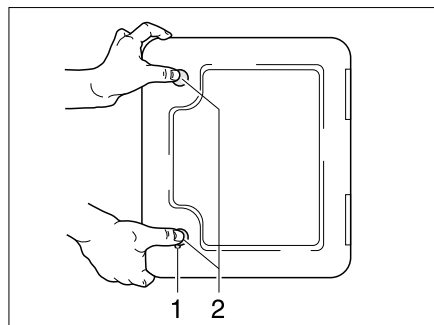

Fig. 149 Portillon pour la toilette à cassette
- Ouvrir le portillon pour la cassette à l'extérieur du véhicule. Insérer pour cela la clé dans le barillet du verrou de pression (Fig. 149,1) et la tourner d'un quart de tour.
- Appuyer du pouce et simultanément sur les deux verrous de pression (Fig. 149,2) et ouvrir le portillon pour la cassette.